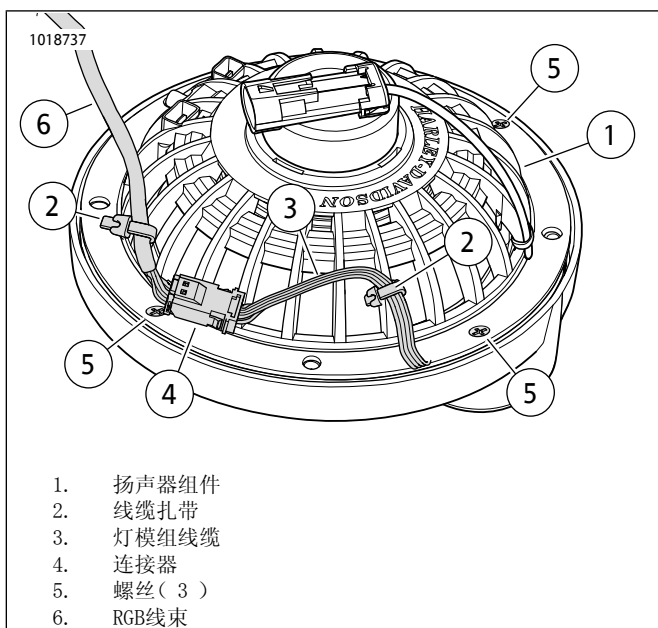

图15. 扬声器背面: 线缆和线缆扎带
10. 参见图15。将高音扬声器组件与扬声器(1)组合到一起。对准螺丝(5)的各孔。